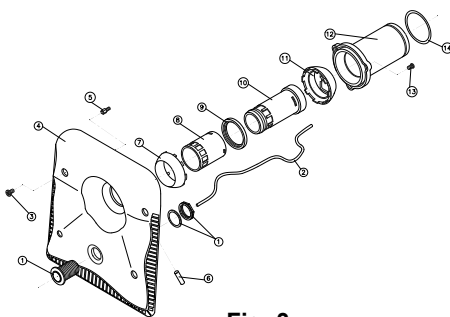
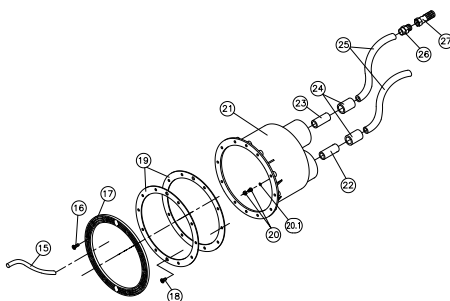

Fig. 3
Fig. 4
5.1 Para fijar el nicho en una pared con liner, deben seguir las instrucciones dadas en el capítulo 2 (lugar de intalación). Sujetaremos las juntas (nº 19, fig.4), al nicho (nº 21, fig.4) con los tornillos (nº 18, fig.4), teniendo en cuenta que el liner quedara colocado entre las dos juntas (nº19, fig.4). Por último fijaremos el anillo (nº 17, fig.4) sujetandolo con los tornillos (nº 16, fig.4).
6.1 El nicho se suministra con los tubos nº 22 y 23 (fig.4) ya instalados, además uno de los manguitos (nº 24, fig.4) se suministra encolado en el tubo nº 22. Una vez fijado el nicho a la pared, siguiendo las instrucciones del capítulo 2, procederemos a la instalación de las líneas de aire y neumática.
Por último, instalaremos el tubo flexible (nº 15, fig.4) embutiendolo a presión en la cánula que se encuentra en el interior del nicho. (ver fig. 5, pag. 6).
Esta línea está compuesta por un tubo (nº 22), un manguito (nº 24) y un tubo flexible (nº 25); como el tubo (nº 22) y el manguito (nº 24) ya están instalados en el nicho, sólo tendremos que encolar el tubo (nº 25). Antes de encolar el extremo del tubo (nº 25) al manguito (nº 24), introduciremos el tubo transparente (nº 2, fig.3) dentro de la línea neumática, pasaremos el extremo de dicho tubo transparente (nº 2, fig.3) por el orificio del nicho, y lo fijaremos mediante el prensa (nº 20 y 20.1, fig.4). Una vez realizada esta operación, procederemos a encolar el tubo (nº 25) al manguito (nº 24). El extremo del tubo transparente (nº 2, fig.3) se conectará al microinterruptor situado en un lateral del cuadro hidroneumático incluido con el HIDROJET.